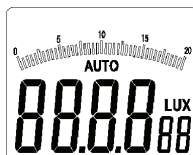

Figura 5-1-2C
- Mantenga pulsada la tecla de nuevo durante un segundo, el mensaje “PEAK” desaparecerá de la parte superior derecha de la pantalla y en el medio de la pantalla aparecerá el mensaje “AUTO”. El instrumento saldrá del modo de medición del valor pico y regresará al modo de medición automático (tal como se muestra en la figura 5-1-2C).